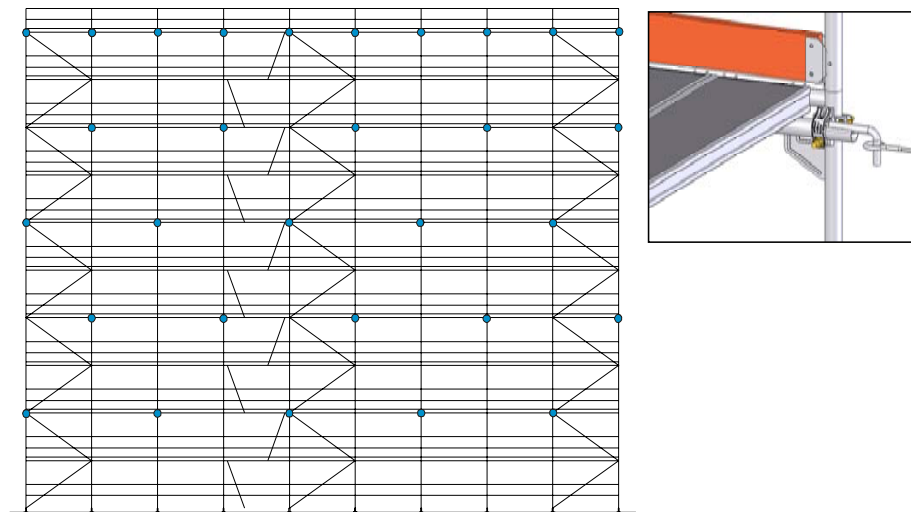

Fig.1 - Esquema de colocación de los amarres a fachada y diagonales.
- Montar los amarres uniformemente distribuidos en todo el andamio de acuerdo a la fig.1.
- Diagonales No más 3 módulos seguidos sin diagonal, como ilustra la fig.1.